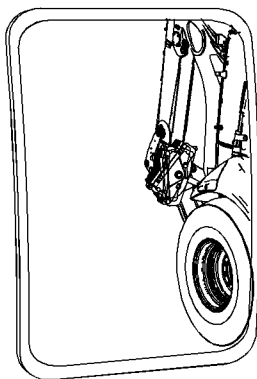

Ilustración 143
Si tiene, ajuste el espejo retrovisor del lado izquierdo (2) para que un área de por lo menos 1 m (3,3 pies) del lado de la máquina pueda verse. Consulte la ilustración 143. Ajuste también el espejo retrovisor izquierdo de manera que se pueda ver lo siguiente: